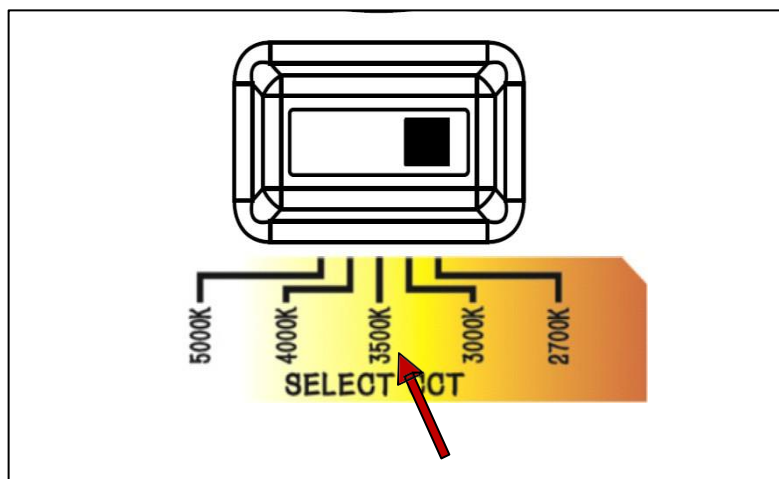
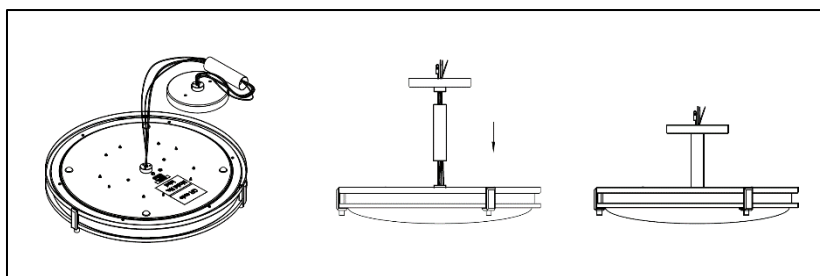

Figure 3
Figure 4
- Avant l'installation : À l'arrière du luminaire, trouvez l'interrupteur pour sélectionner la température de couleur. Choisissez votre réglage : Positionnez le commutateur sur la température de couleur LED souhaitée : 2700K (doux) ; 3000K (chaud) ; 3500K (neutre) ; 4000K (froid) ; 5000K (lumière du jour). illustré à la Figure 3. Assemblez la tige de montage semi-affleurante à l'arrière du luminaire en la tournant dans le sens des aiguilles d'une montre jusqu'à ce qu'elle soit complètement serrée, puis assemblez le couvercle de l'auvent à la tige en tournant l'auvent dans le sens des aiguilles d'une montre jusqu'à ce qu'il soit complètement serré. (voir Figure 4)